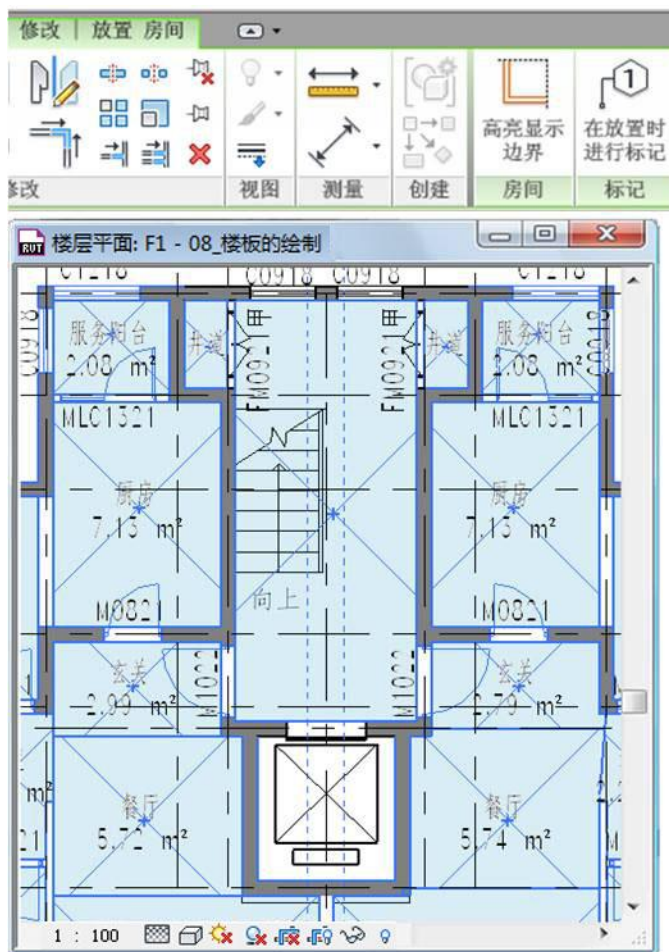

图 3-37
- 4) 单击“常用”选项卡>“房间和面积”面板>“房间”按钮上半部分，取消勾选选项栏“在放置时进行标记”前的复选框，光标移动至楼梯间和电梯间填充房间，右键“取消”结束房间的添加(如图 3-37 所示)